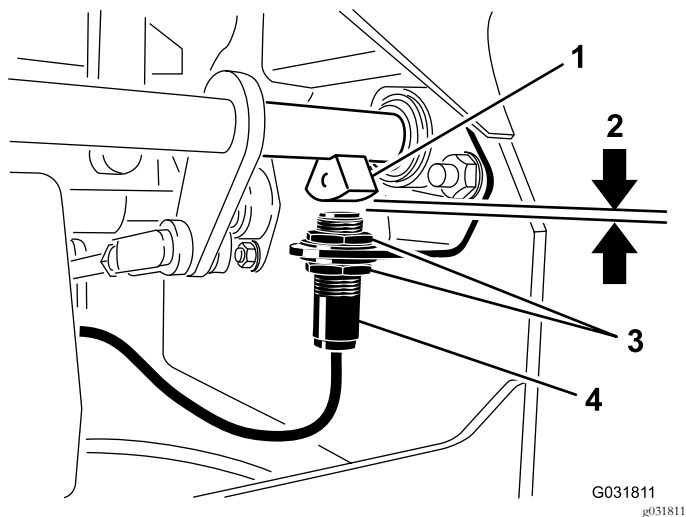

Figura 49
4. Spostate il microinterruttore verso l'alto o il basso, lungo la staffa, fino a quando la distanza tra il sensore dell'albero del freno e il pulsante del microinterruttore è di 4 mm, come illustrato nella Figura 49.